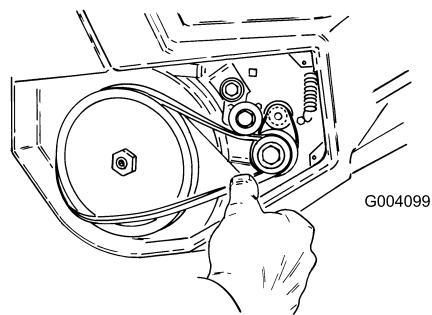

Figura 21
- Fate ruotare il rotore con la mano sinistra mentre con la mano destra infilate la cinghia sulla puleggia grande (Figura 21).